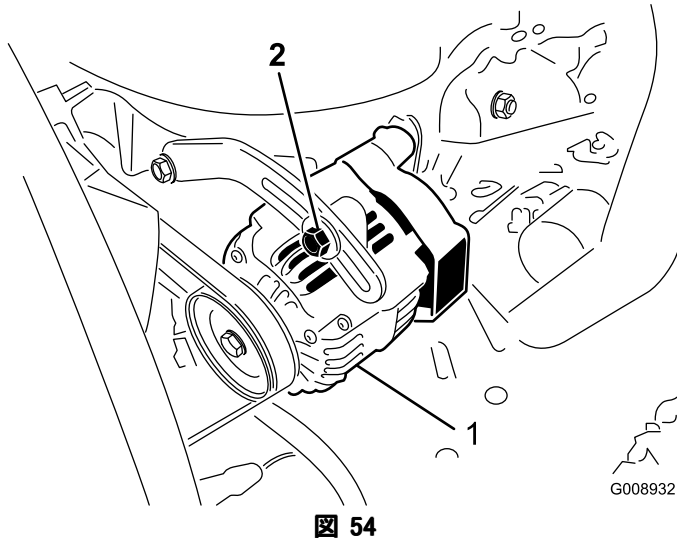

図 54
ベルト（図 54）は100運転時間ごとに劣化状態と張りを点検します。
2. たわみが10mmでない場合には、オルタネータ取り付けボルトをゆるめる（図 54）。適当な張りに調整してボルトを締める。ベルトのたわみが適切に調整されたことを確認する。